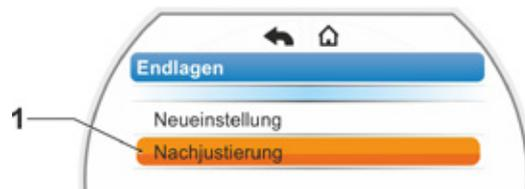

Abb. 1: Endlagen-Nachjustierung
3. Menüpunkt ‚Nachjustierung‘ bestätigen (Abb. 1, Pos. 1).